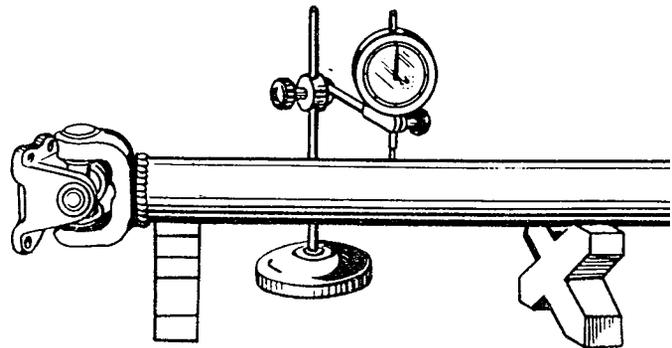

Bild 127. Messung des Schlags des Gelenkwellenrohres
1. Gebogene Welle richten bzw. auswechseln. Nach dem Richten soll der Wellenschlag 0,6 mm an jedem beliebigen Punkt in ihrer Länge nicht übersteigen. Die Welle ist auf Prismen zu richten (Bild 127).